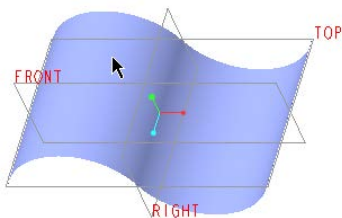
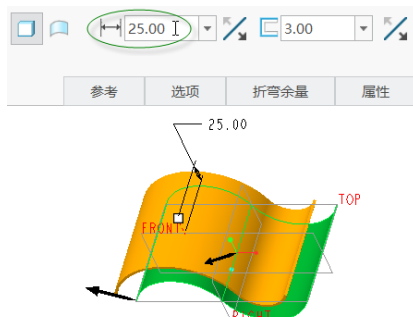

图 1-52 指定偏移的参考
图 1-53 设置偏移距离时的效果
(2) 选择一个面组或曲面组作为偏移的参考。这里将选择过滤器的选项设置为“面组”, 接着选择图 1-52 所示的一个面组。
(3) 对于第一壁, 输入壁厚值或接受默认值, 例如在  (厚度) 框中输入壁厚值为“3”。
(4) 在  (偏移距离) 尺寸框中设置偏移距离, 例如输入偏移距离为“25”, 此时如图 1-53 所示。